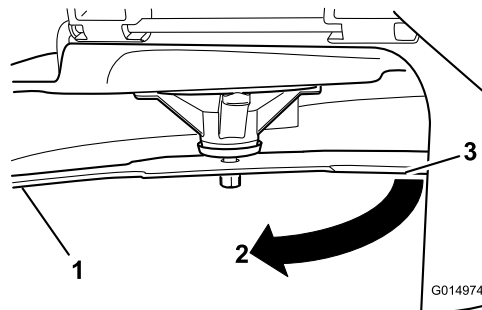

**Figura 56**
2. Indossando guanti dalla spessa imbottitura o altre protezioni idonee per le mani, ruotare lentamente la lama in una posizione che consenta di misurare la distanza tra il bordo di taglio e la superficie piana su cui si trova la macchina (Figura 56).